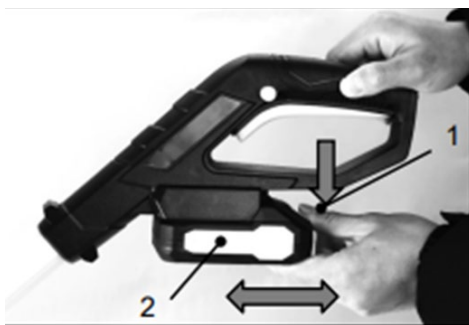

Рисунок 10. Схема встановлення/зняття акумуляторної батареї.
3. Щоб зняти АКБ, злегка натиснути на кнопку фіксації (1, рис. 10) батареї та, утримуючи кнопку, із невеликим зусиллям вийняти її.